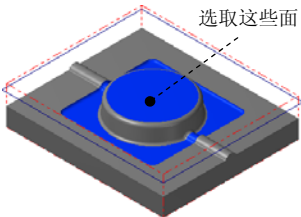

图 12.22 选取干涉面
(2) 单击干涉面区域中的按钮，选取图 12.22 所示的面为干涉面（共 25 个），然后按 Enter 键。
(3) 单击按钮，完成加工区域的设置，同时系统弹出“曲面精加工等高外形”对话框。